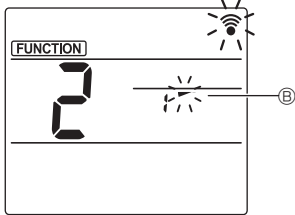

Fig. 3-3
③ Kanatçık açısını ayarlama (Fig. 3-3)